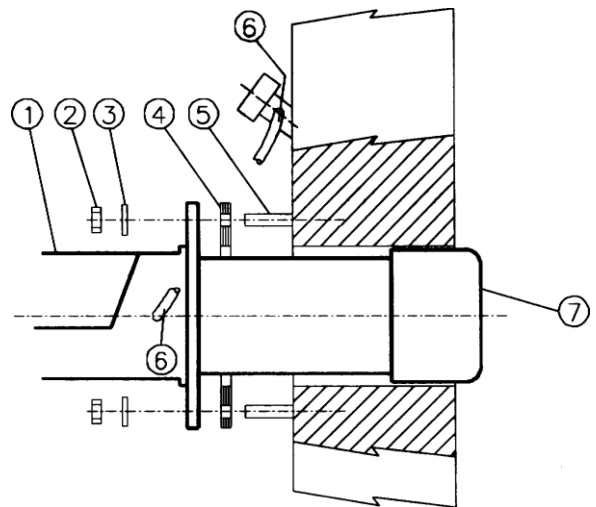

Abb. 16
- 4 Befestigen Sie den Brenner mit den Befestigungsmuttern an den Stehbolzen gemäß Abb. 16.